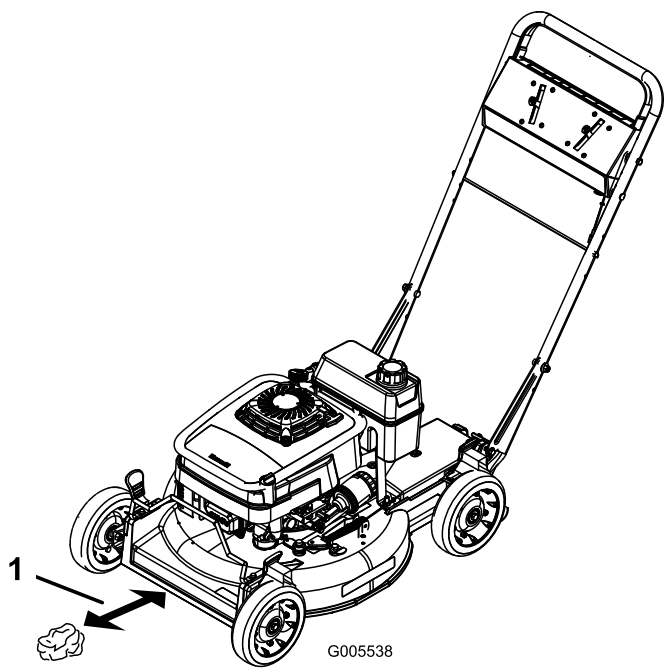
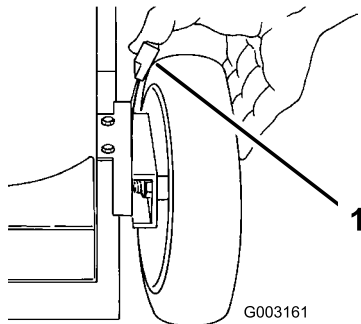

Figure 14
Figure 19
- Réglez les 4 roues à la hauteur de coupe de 64 mm (Figure 19).
- Placez le levier de changement de vitesses en position point mort (N).
- Roulez en boule une demi-feuille de papier journal (environ 76 mm de diamètre) et placez-la sous le plateau de coupe, comme illustré à la Figure 14.
6. Placez une boule de papier journal à 13 cm devant la tondeuse (Figure 14).
- A. Placez une boule de papier journal à 13 cm devant la tondeuse (Figure 14).
1. Tirez le levier de réglage de hauteur vers la roue (Figure 19) et amenez-le à la position voulue.